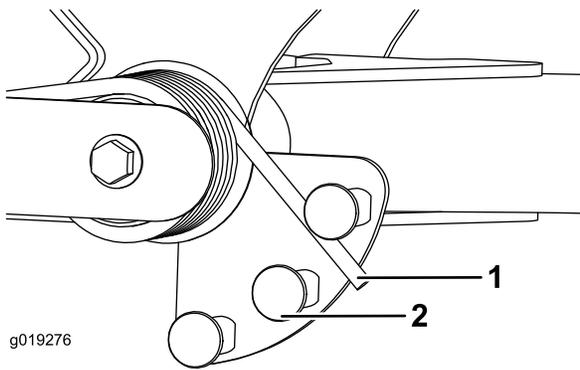

Рисунок 35
2. Вставьте трубу или аналогичный предмет в длинный конец пружины и поверните его вокруг пружинного привода в нужное положение (Рисунок 35).